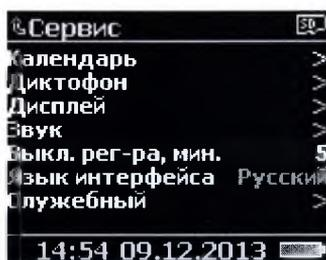

Рисунок 52
2.3.1.3.5 Выключение регистратора, мин (Рисунок 52)